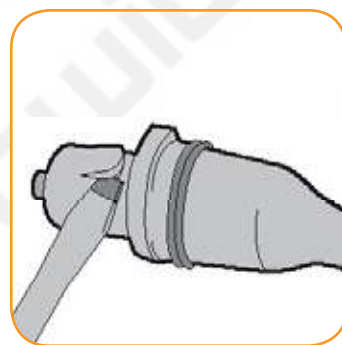

fig. 2.6
4. Wip met een platkop schroevendraaier voorzichtig de klikvinger omhoog (fig. 2.6)